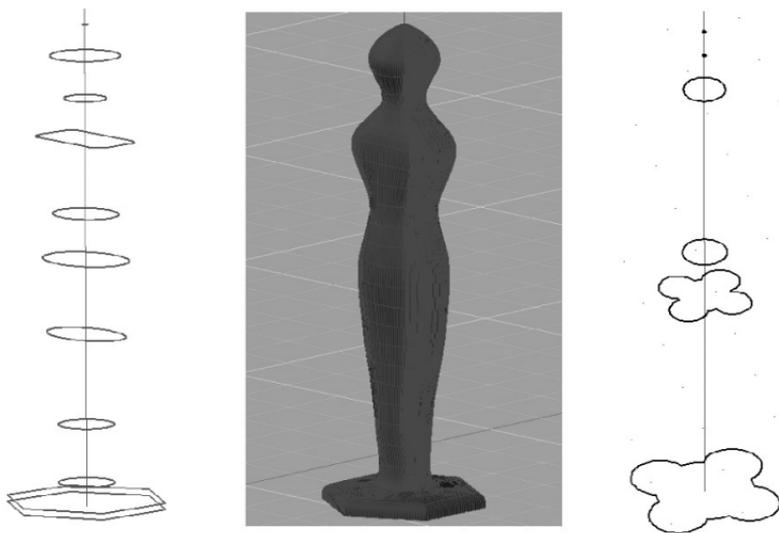

Рис. 7.23. Плоские фигуры для лофтинга
2. На виде сверху с помощью двухмерных примитивов (два шестиугольника, пять окружностей, три эллипса и закругленный прямоугольник) постройте фигуры сечения статуэтки (из одного центра), на виде спереди постройте ось высоты. Далее переместите и расположите их по высоте, как изображено на рис.7.23, слева.
4. Результат построений в виде твердотельной модели статуэтки представлен на рис. 7.23, в центре.
5. На рис. 7.23, справа, представлены плоские сечения для создания ракеты методом лофтинга. На рис. 7.24 представлена визуализация тонированной модели ракеты, созданной методом лофтинга, на фоне Земли.